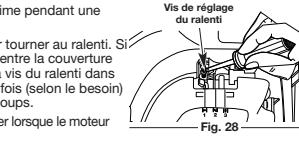

Fig. 28
2. Relâchez la manette des gaz et laissez le moteur tourner au ralenti. Si le moteur s'arrête, insérez un tournevis cruciforme entre la couverture du filtre à air et celle du moteur (Fig. 28). Tournez la vis du ralenti dans le sens des aiguilles d'une montre, 1/8 de tour à la fois (selon le besoin) jusqu'à ce que le moteur tourne au ralenti sans à-coups.